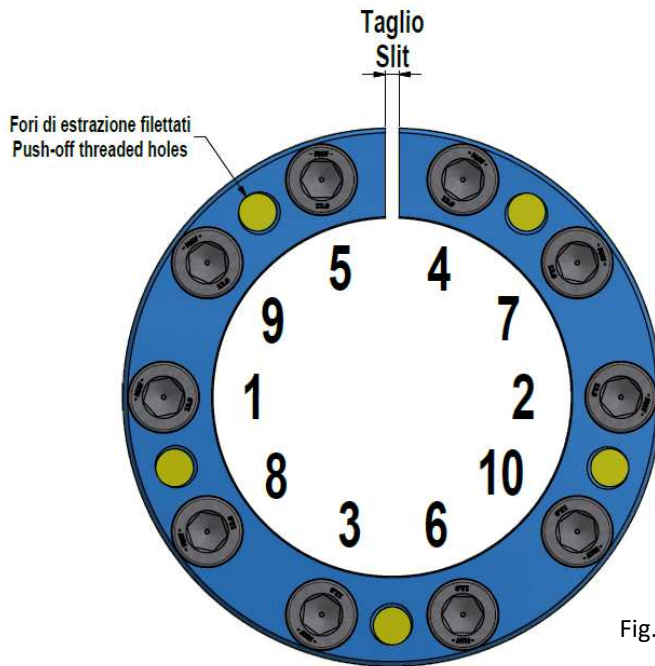

Fig. 3. Esempio di schema di serraggio.
- Avvitare manualmente le viti, secondo uno schema a croce, partendo da una posizione a circa 90° rispetto al taglio (fig. 3), fino al recupero completo dei giochi di accoppiamento con albero e mozzo, che risulteranno leggermente bloccati. Al contempo, assicurarsi che il mozzo sia allineato correttamente, utilizzando un comparatore. **Un corretto centraggio del mozzo, fin dall'inizio del montaggio, è essenziale per ottenere un corretto centraggio a montaggio completato.**
- Usare una chiave dinamometrica, regolata ad una coppia maggiorata di circa il 5% rispetto alla coppia di serraggio (Ma) di catalogo, o ridotta entro il limite consentito. **Avvitare progressivamente le viti in più passate, secondo uno schema a croce (fig. 3), serrando di ¼ di giro circa ad ogni passata, fintanto che non sia più possibile serrare di ¼ di giro.** Partire con una vite posizionata a circa 90° rispetto al taglio (fig. 3); le viti adiacenti al taglio vanno serrate in sequenza.